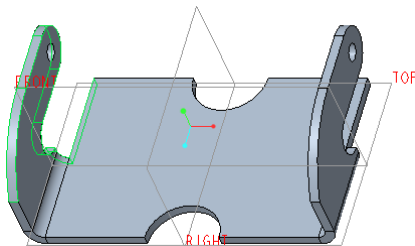

图 5-174 镜像结果
(1) 刚创建的钣金件切口特征处于被选中的状态，从功能区的“模型”选项卡中单击“编辑”→ (镜像) 按钮，打开“镜像”选项卡。
(2) 选择 RIGHT 基准平面作为镜像平面。
(3) 在“镜像”选项卡中单击 (完成) 按钮，镜像结果如图 5-174 所示。